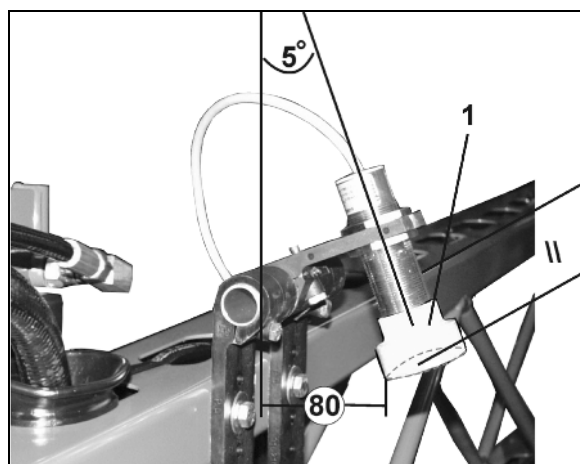

Fig. 84
Ultralydssensorer (Fig. 84/1) måler afstanden til jordoverfladen hhv. toppen af planterne. I forbindelse med ensidig afvigelse fra ønsket højde sørger DistanceControl for at hældningsindstillingen tilpasses højdeindstillingen. Hæver terrænet sig til begge sider, hæves hele bomsystemet v.h.a. højdeindstillingen.
- se Fig. 84